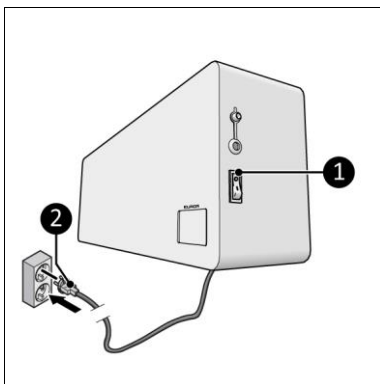

Figure 10
1. Assurez-vous que le commutateur ON/OFF est en position OFF (figure 10, pos. 1).
2. Insérez la fiche d'alimentation (fig. 10, pos. 2) dans une prise de courant mise à la terre et facilement accessible. Utilisez une prise murale mise à la terre d'une puissance minimale de 2000 watts.